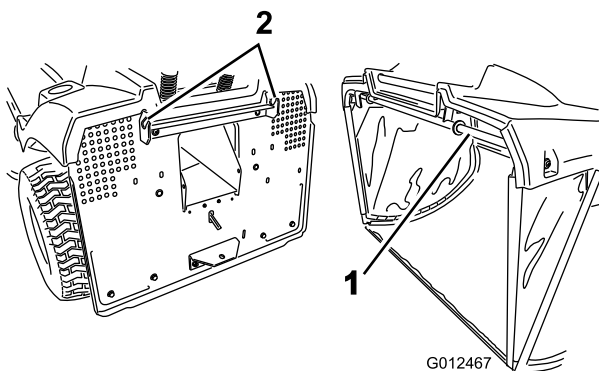

Bild 38
1. Hängen Sie die obere Stützleiste in die zwei Kerben in der Stützhalterung am Heck der Maschine ein (Bild 38).